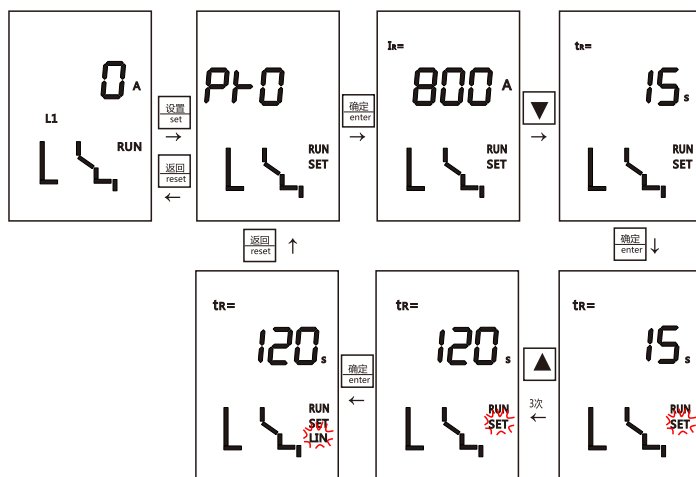
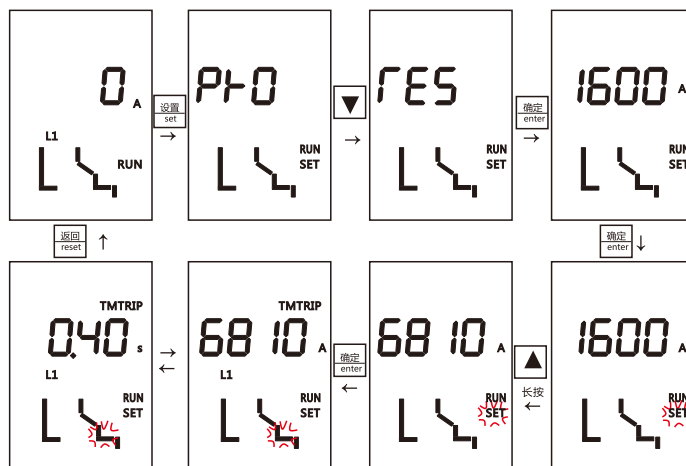
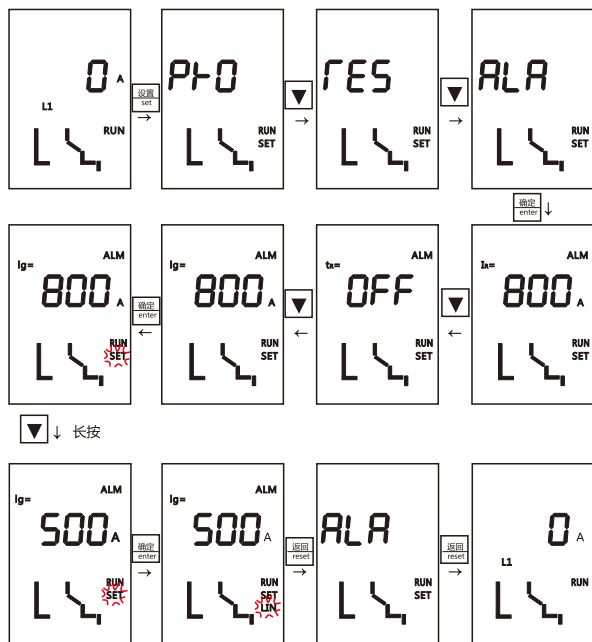

图63 修改长延时时间值
图64 软件模拟短延时脱扣试验
图65 设置接地报警电流值阈值
- ② 设置状态：缺省界面按“设置”按键，进入设置状态，在设置状态可查询及修改电流保护参数，可进行软件模拟试验脱扣，可查询及设置过载预警、接地报警阈值及延时时间。设置状态“SET”指示灯长亮或闪亮，闪亮时可按“▲”或“▼”按键对数据进行加或减操作，按“确认”键存储数据。示例见图63、图64、图65